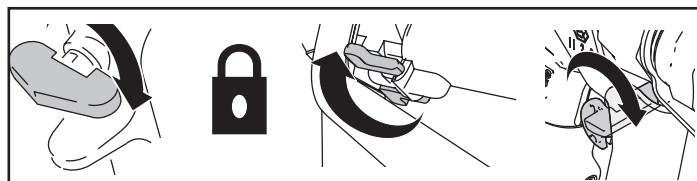

Fig. 10
3. Inserire il blocco del grilletto. (Fig. 10)